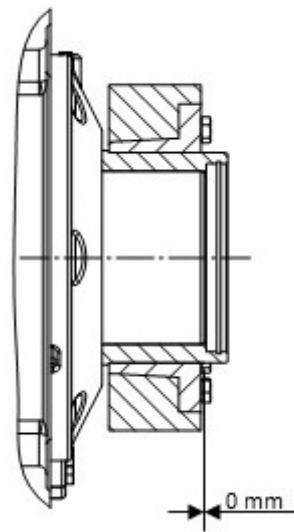

Figura 15: Disco de contração montado
7. Após o aperto dos parafusos de fixação a face frontal do anel interno lado dos parafusos deverá estar encostada sobre a face frontal do anel externo. A condição de aperto do disco de contração deve ser verificada visualmente dessa forma (Figura 15).